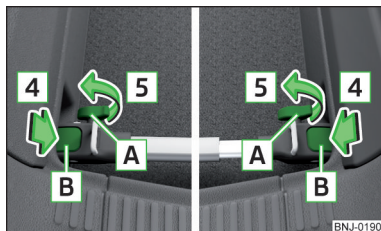

Fig. 119
- Presionar los soportes **B** en el sentido de la flecha **4** hasta encajar de forma audible » fig. 119.